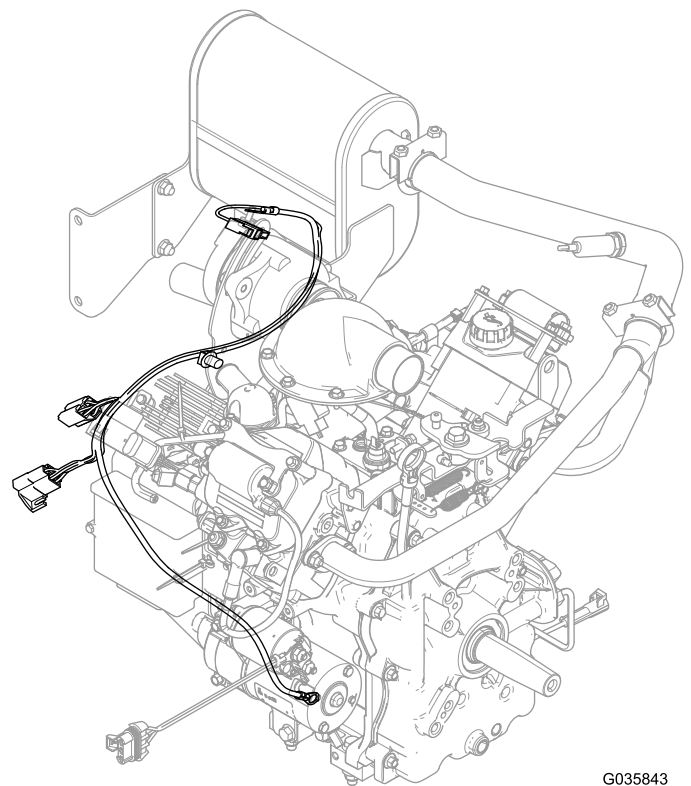

Figura 15
1. Ligue a cablagem do kit ao alternador (Figura 15).
4. Ligue o anel do terminal positivo ao terminal positivo do arrancador (Figura 15).